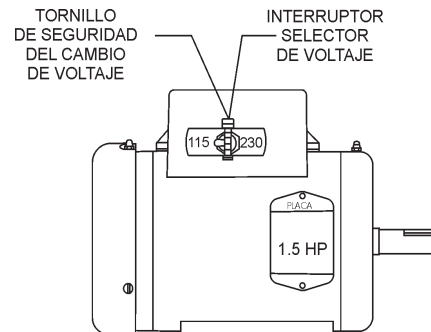

Figura 17. Interruptor de cambio de voltaje (Posición de 115 VAC)
5. Coloque el interruptor selector de voltaje (Figura 17) en la posición que este de acuerdo al voltaje listado en la placa de identificación del motor. El motor eléctrico se envia desde la fábrica con el interruptor selector de voltaje, en la posición de 115VAC.